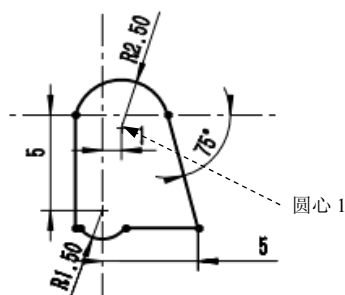

图 7.9 添加几何约束
按住 Ctrl 键，选择图 7.9 所示的圆心 1，系统弹出“属性”对话框，在 **添加几何关系** 区域单击 固定(F) 按钮。添加几何约束后的图形如图 7.9 所示。